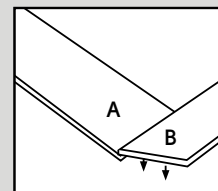

Fig. 4a
4. Agarre un tablón "A" y un tablón "B" y colóquelos como se muestra abajo. Incline el borde delantero de la plancha B, deslice la junta y colóquela en posición horizontal (Fig. 4a y 4b).